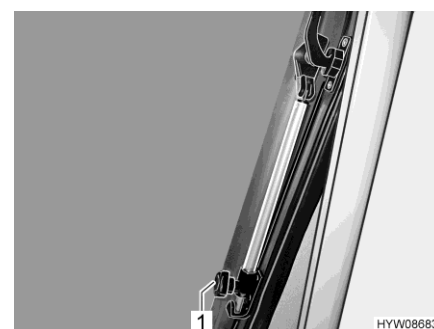

Fig. 65 Bras pivotant (vasistas de toit)
- Ouvrir le vasistas de toit jusqu'à la position voulue et le bloquer avec la molette (Fig. 65,1).
- Tourner la molette (Fig. 65,1) jusqu'à ce que le dispositif de blocage soit libéré.